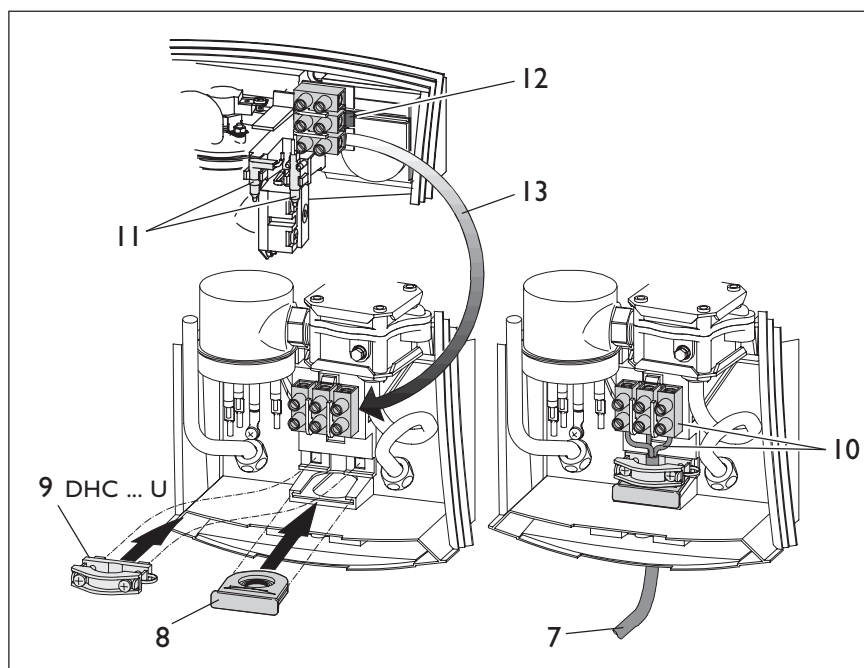
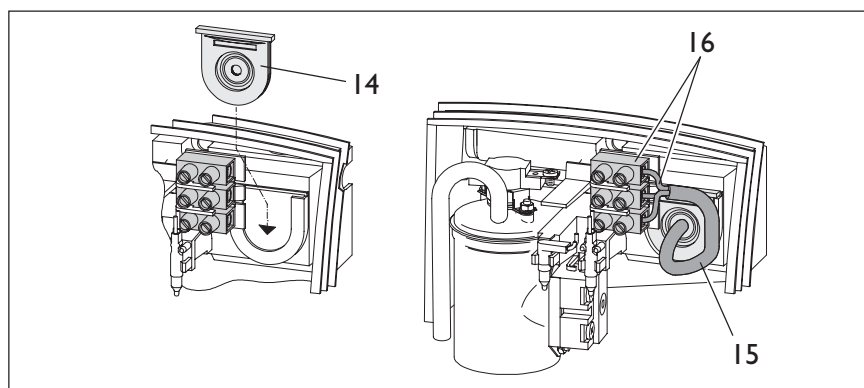

Рис. 16
Рис. 17
3. Электрический кабель укоротить в соответствии с рис. 16 и изолировать (кроме прибора ДНС 3 U).
**Для защиты от попадания воды необходимо использовать уплотнение кабеля (рис. 16, поз.8 и рис. 17, поз. 14). Вырезать отверстие в уплотнительной шайбе в соответствии с толщиной электрического кабеля**
#### ДНС 6 U (рис. 16)
- Подключение в верхней части прибора/открытая или скрытая проводка (рис. 17)
- Отжать фиксатор клеммной колодки (рис. 16, поз. 12), вынуть клеммную колодку и смонтировать ее в нижней части прибора (поз. 13)